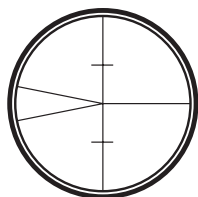

Fig. 3
1. **Faire la mise au point des réticules** (Fig. 3) en pointant le télescope vers un fond clair ou en maintenant une feuille de papier blanche devant la lentille de focalisation puis en tournant l'oculaire de visée jusqu'à ce que les réticules soient nets et noirs.